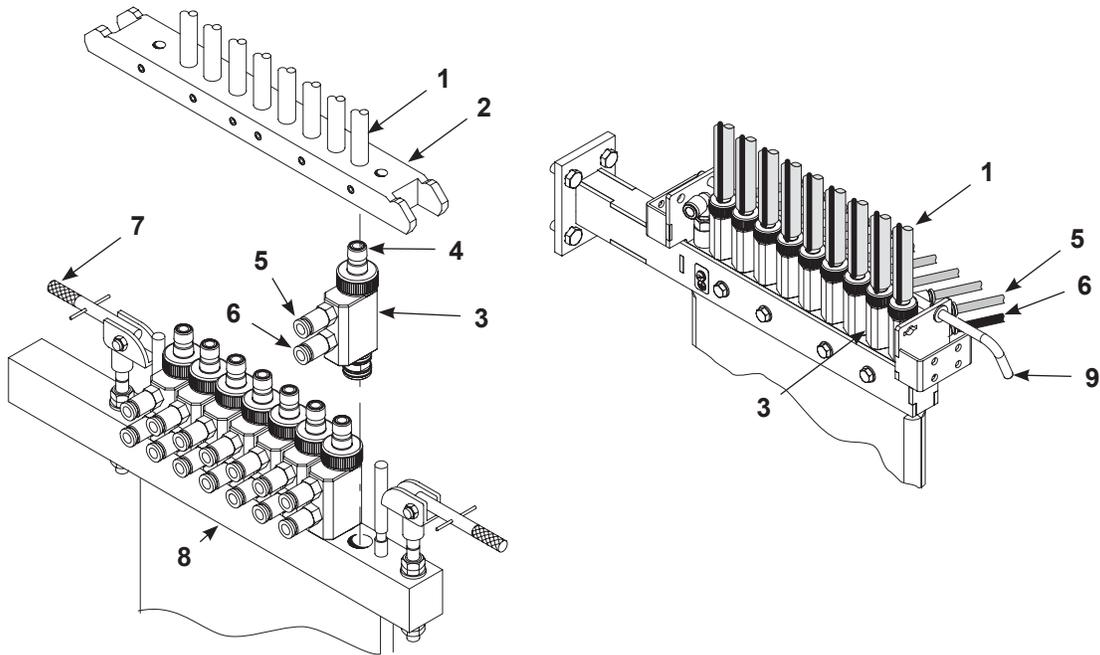

図2 ランスアセンブリのインラインポンプの取り外しと取り付け - ホースマニホールドバージョンを表示
3. 図2を参照。使用している場合は、ホース・マニホールド (2) のクランプを外します。
4. ホース・マニホールドを取り外すか、ポンプからホースを外し、リテーナロッド (9) を取り外します。
5. ポンプ流量 (6) と噴霧エアからエアチューブ配管を外します。(5) フィッティング。
6. ポンプ (3) を軽くねじってマニホールドブロック (8) から引き抜きます。
1. 図2を参照。ポンプ (3) をポンプ本体がブロックの底に当たるまでマニホールドブロック (8) に押し込みます。
2. 流量および噴霧エアチューブ配管を流量 (6) および噴霧エア (5) フィッティングに接続します。
3. ホース・マニホールド (2) をポンプベンチュリスロット (4) に取り付けるか、リテーナロッド (9) を取り付けてから、ホースをポンプに接続します。